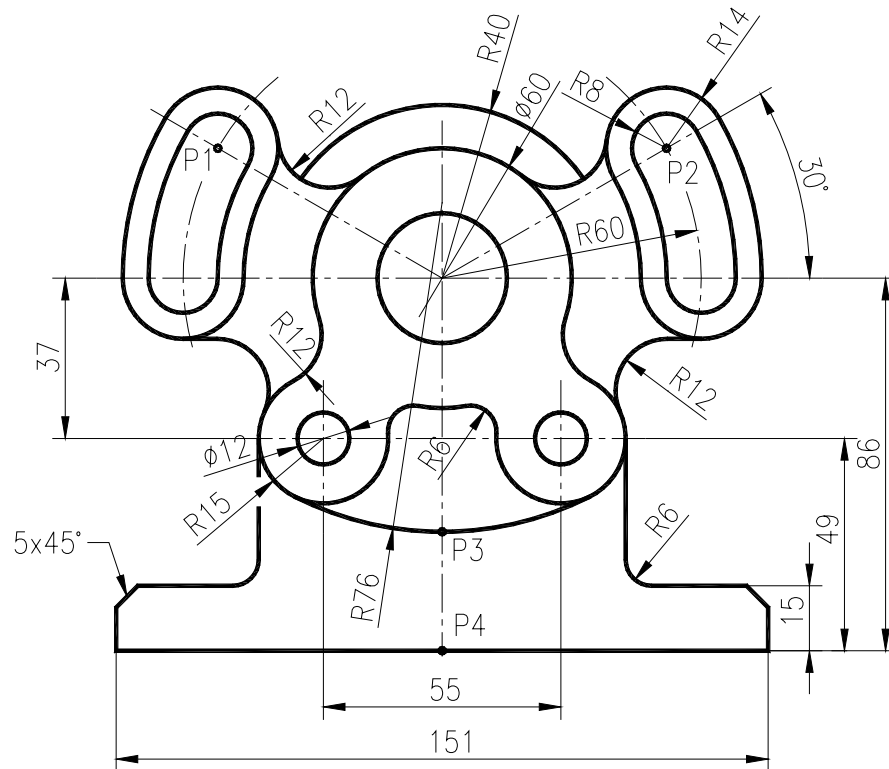

Fig. U6.22
2. Să se construiască desenul din Fig. U6.22 utilizând ca prototip desenul *Format A3.dwg* realizat anterior. Se recomandă începerea desenului prin trasarea axelor. Se poate realiza jumătate din figură (cu excepția cercurilor de pe axa din mijloc), după care se va oglindi cu *MIRROR*. Axa înclinată se construiește cu ajutorul coordonatelor polare sau a modului *POLAR*.